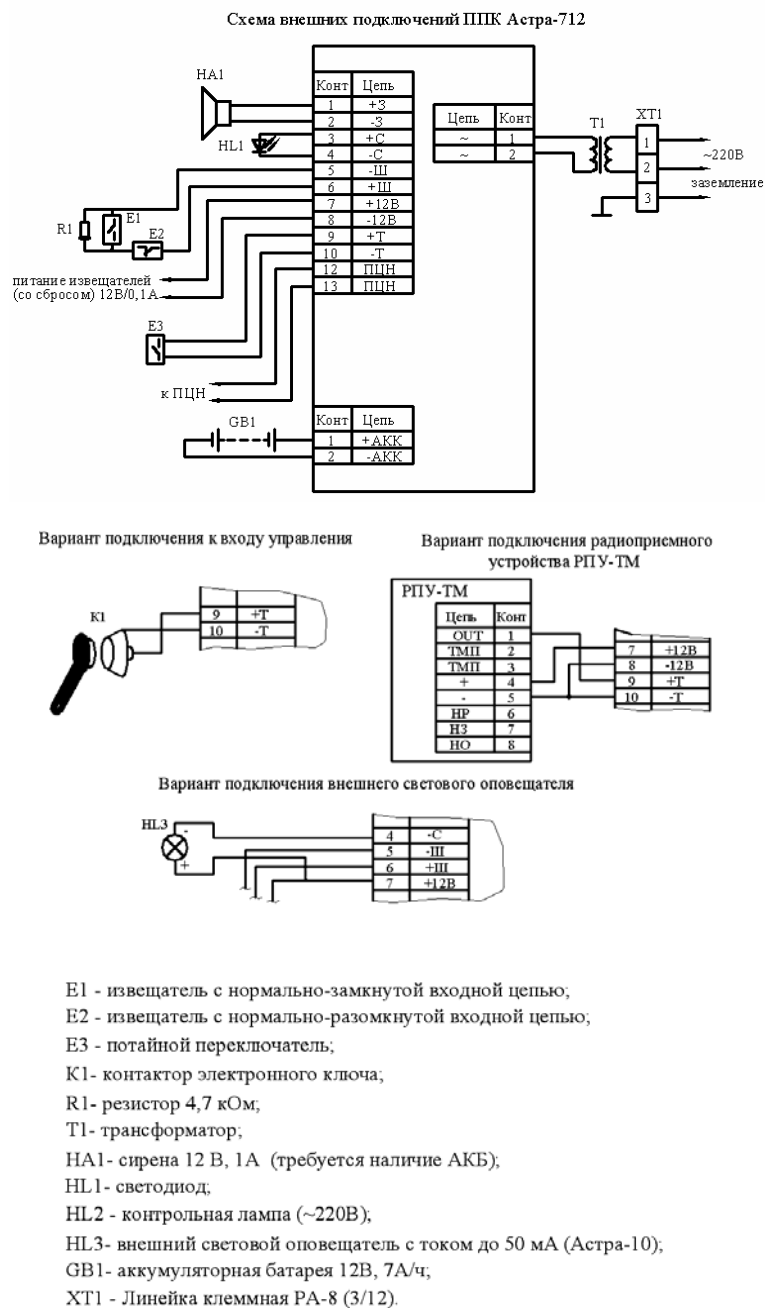

Рисунок 1
5.5.1 Отключить питание прибора (как сеть, так и АКБ). Подключить потайной переключатель к прибору и замкнуть его контакты. Подключение потайного переключателя осуществляется к клеммам «+Т-» прибора (рисунок 1). Перейти в режим конфигурирования согласно п. 5.4. Отпустить кнопку S2. Прибор сконфигурирован для управления от потайного переключателя.
5.6.1 Отключить питание прибора (как сеть, так и АКБ). Подключить коннектор «Touch Memory» или приемник «Астра-Р (РПУ-ТМ) к клеммам «+Т-» прибора (рисунок 1). **ВНИМАНИЕ!!! При подключении соблюдать полярность.** Перейти в режим конфигурирования согласно п. 5.4. В момент перевода прибора в режим конфигурирования в коннекторе не должно быть вещественных идентификаторов и не должны нажиматься брелки «Астра-Р». Отпустить кнопку S2. Прибор сконфигурирован для управления от вещественных идентификаторов.